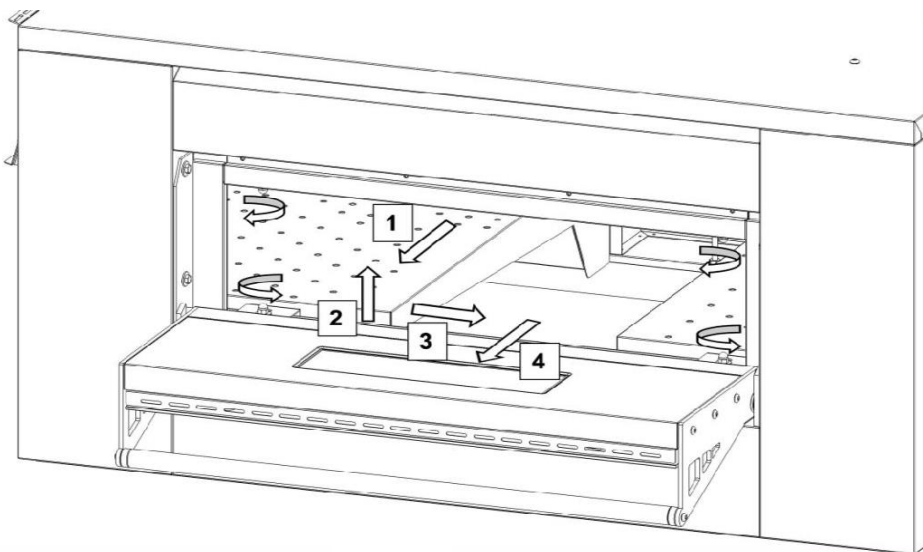

Рис. 3
8. Откройте боковой люк и отвинтите гайки ключом 10. Обязательно наденьте пару прочных перчаток, чтобы не поцарапаться об острые металлические углы, и выньте диффузоры (см. рис.3, п. 9.5.1).
7. Откройте боковой люк и отвинтите гайки с помощью гаечного ключа 10 (Рис. 3). Только для модели 06/40V: снимите боковую дверцу и отвинтите крепежные болты гаечным ключом 10.
8. Наденьте пару прочных перчаток, чтобы не поцарапаться об острые металлические углы, и извлеките диффузоры, как показано на рис. 3, следуя последовательности 1-2-3-4.